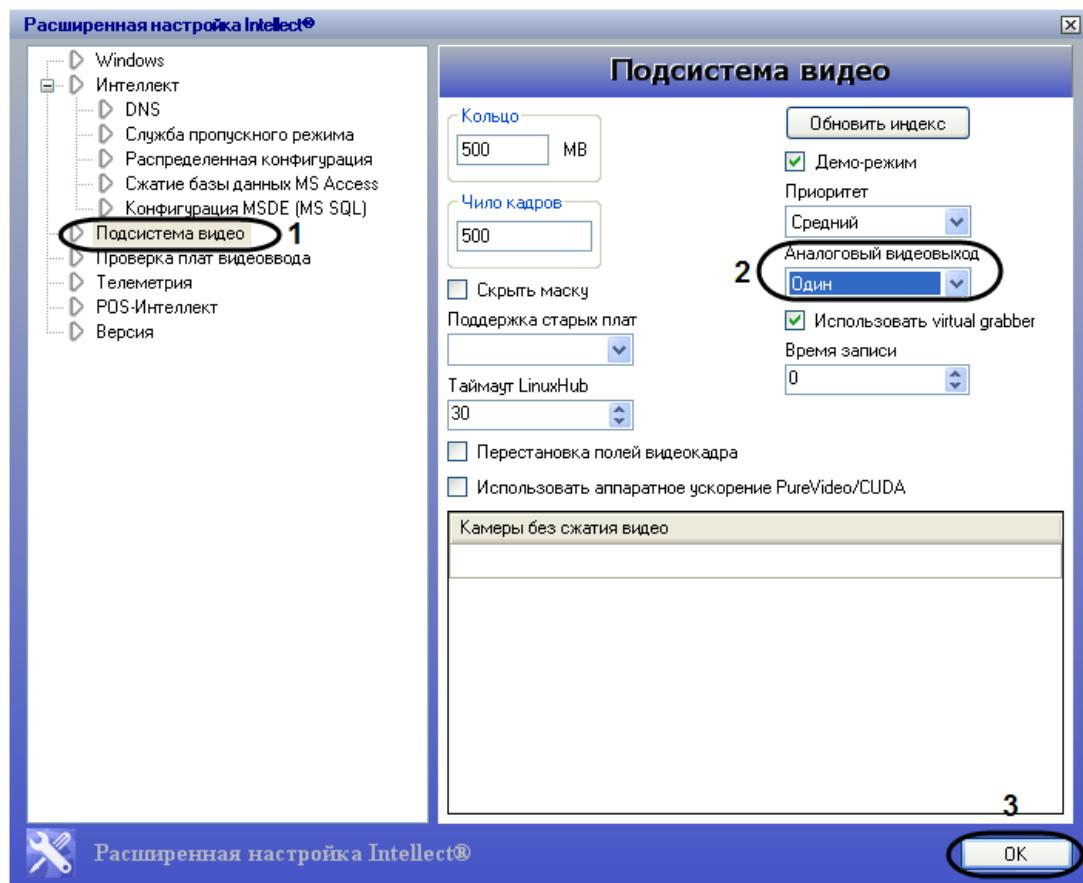

Рис. 3.1—8 Расширенная настройка Intellect®. Изменение значения параметра «Аналоговый видеовыход»
2. Выбрать раздел «Подсистема видео» (Рис. 3.1—8, 1).
3. В списке «Аналоговый видеовыход» выбрать пункт «Один» для активации возможности вывода видеосигналов с видеокамер, подключенных к разным платам видеоввода, на один аналоговый монитор (Рис. 3.1—8, 2).
4. Для сохранения изменений нажать кнопку «OK» (Рис. 3.1—8, 3).